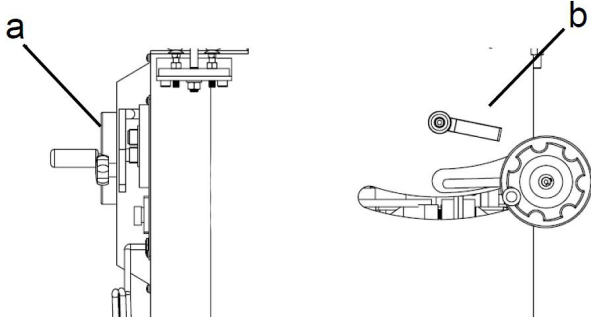

Abb. 19: Handrad zur Einstellung des Neigungswinkels
Schritt 2: Die Klemmschrauben (a), (b) (Abb.19) lösen, die Andruckrollen auf das Werkstück aufsetzen und mittig ausrichten.
Schritt 4: Die Klemmschrauben (c), (d) (Abb.19) lösen und den Anschlag an das Werkstück führen.